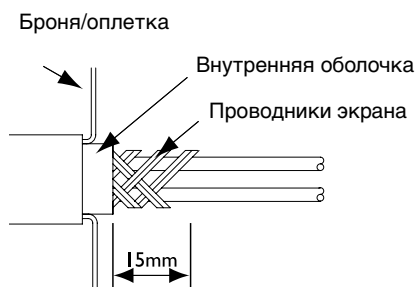

Рис. 1
- 2.2 Устранить дополнительные 15 мм внутренней оболочки (см. рис. 1).